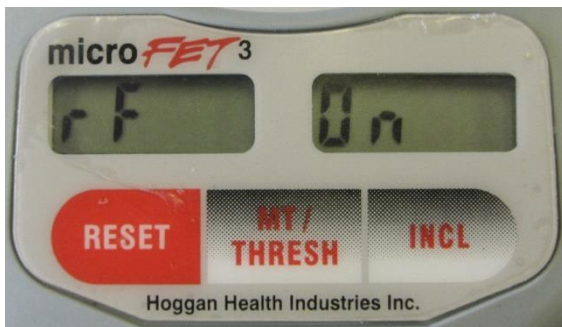

Abbildung 9. Einstellung des Drahtlosmodus
- Zur Aktivierung des Drahtlosmodus die Schwellenwerttaste „MT/THRESH“ zehn (10) Sekunden gedrückt halten.
- Das Gerät wechselt nach fünf (5) Sekunden in den Modus für die Festlegung der Kraftmaßeinheit. Die Schwellenwerttaste „MT/THRESH“ weiter gedrückt halten, bis auf dem linken Display „rF“ angezeigt wird. Nun befindet sich das Gerät im Drahtlosmodus-Einstellungsmenü (siehe Abbildung 9).